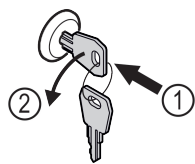

Fig. 162
- Insérer la clé. Fig. 162 (1)
- Fig. 162 (2)